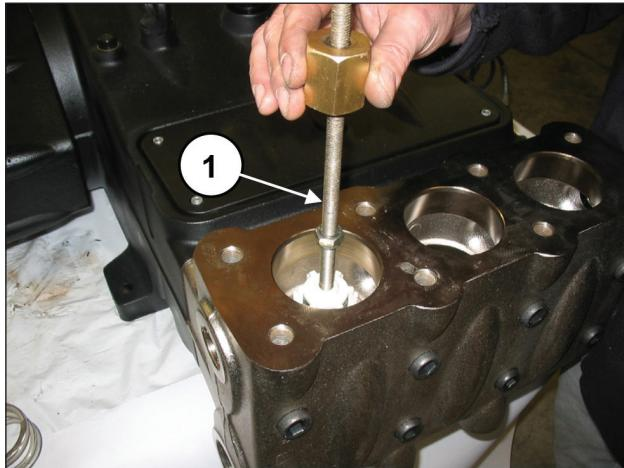

图92
使用有冲击锤的提取器来拔出输送阀组，须将提取器安装到阀导承的M10孔（部件号①, 图92）中。